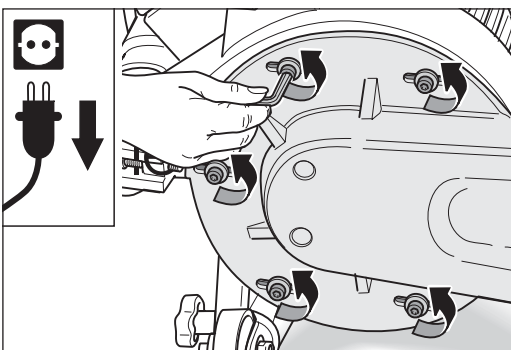

Abb. 63 Die fünf Befestigungsschrauben des Vorsatzes lösen. Die Schrauben nicht ganz herausdrehen!
- 4 Lösen Sie mit dem entsprechenden Innensechskantschlüssel alle fünf Schrauben, mit denen der Vorsatz am Ventilatorgehäuse befestigt ist (Abb. 63). Drehen Sie diese Schrauben nicht ganz heraus!